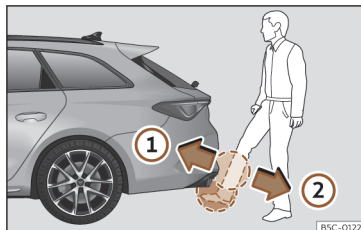

Fig. 89 Porta da bagageira com abertura controlada por sensor (Easy Open)
- »» **Fig. 89 ①.**
»» **Fig. 89 ②.** A porta da bagageira abre-se automaticamente.